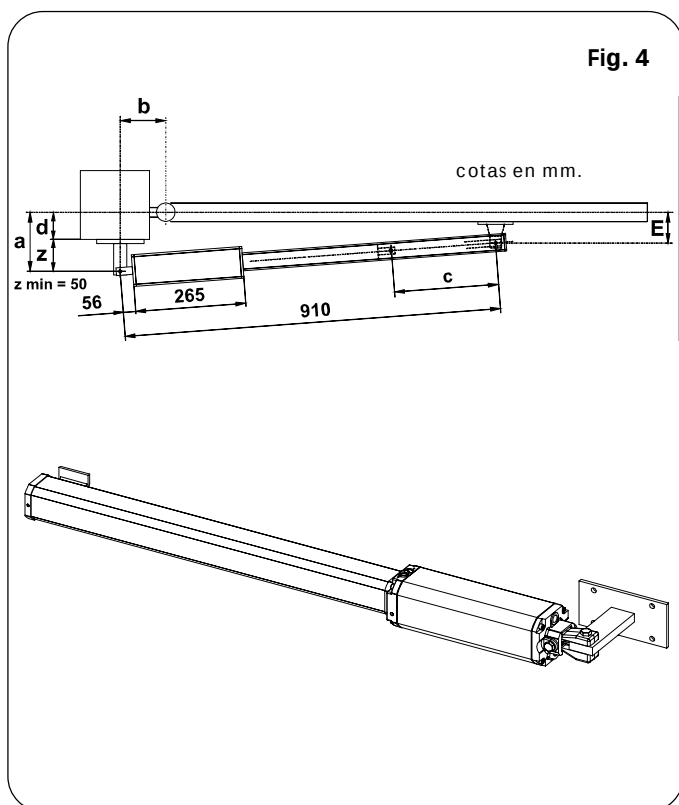

Fig. 4
- Debido a las dimensiones del operador la **cota Z mínima es de 50 mm** (Fig. 4);